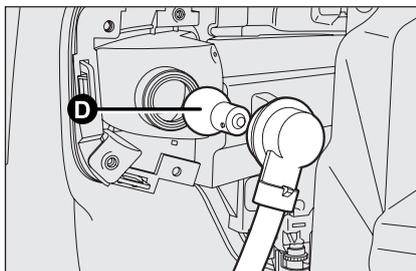

fig. 22
- estrarre la lampada **D-fig. 22** spingendola leggermente e ruotandola in senso antiorario (bloccaggio a “baionetta”) quindi sostituirla;